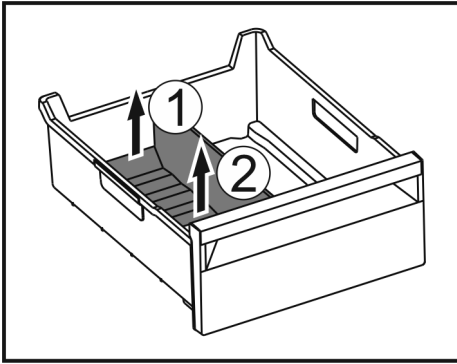

Fig. 149
- ▶ Emelje meg a jégkész-eltávolító hátsó részét. Fig. 149 (1)
- ▶ Vegye ki a jégkész-eltávolítót felfelé. Fig. 149 (2)